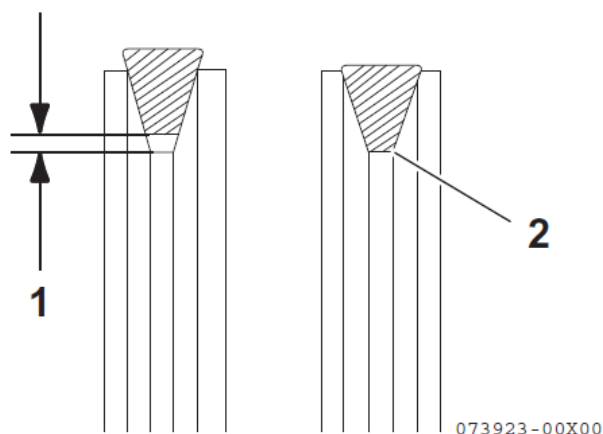

Рисунок 41
- Закрепить клинообразный ремень в положении, при котором установилось требуемое натяжение ремня. Между клинообразным ремнем и дном желобка шкива должен быть зазор (рисунок 41 (1)). Если зазор (рисунок 41 (2)) между клинообразным ремнем и дном желобка шкива отсутствует, следует заменить клинообразный ремень.